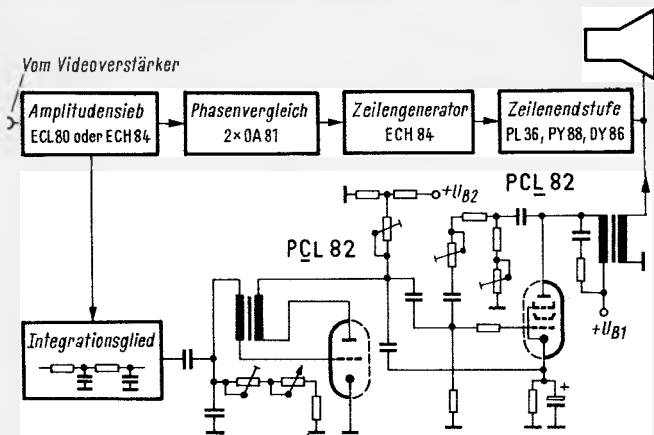
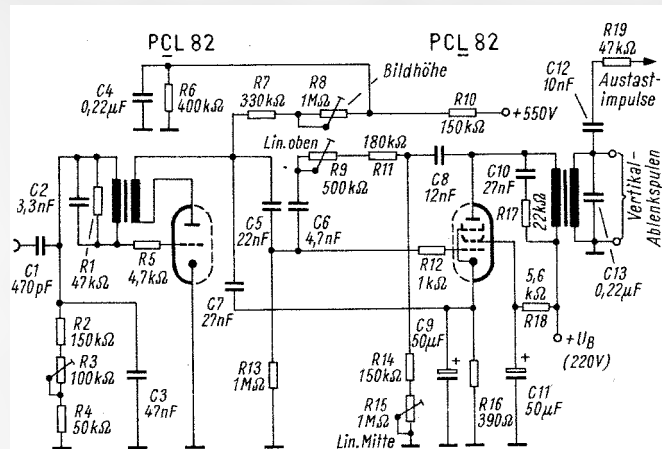

Bild 165. Prinzipschaltplan des Bildkippanteils eines Fernsehempfängers mit der Röhre PCL 82
Bild 166. Gesamtschaltung des Bildkippgenerators und der Endstufe mit der Röhre PCL 82
Im Prinzipschaltplan Bild 165 und in der Gesamtschaltung Bild 166 lernen wir einen mit der Röhre PCL 82 bestückten Bildkippteil kennen, wie er viele Jahre lang mit nur unbedeutenden Abweichungen von verschiedenen Herstellern in die Fernsehempfänger eingebaut wurde. Seit einigen Jahren trifft man im Bildkipp allerdings häufiger den Röhrentyp PCL 85, der bei der 110°-Ablenkung die erforderliche, größere Leistungsreserve besitzt, aber in der Grundschaltung gegenüber der Ausführung mit dem Typ PCL 82 keine wesentlichen Änderungen aufweist. Transistorbestückte Bildkippstufen sind bislang nur in Batterie-Fernsehempfängern anzutreffen, die meist mit geringerer Hochspannung, daher auch mit geringerer Ablenkleistung, arbeiten. Eine solche Standardschaltung hat sich jedoch noch nicht herauskristallisiert.
Die Generatorstufe für die vertikale Ablenkung arbeitet fast immer mit einem Sperrschwinger oder einem Multivibrator. Unser in Bild 166 gezeigtes Beispiel gehört zu der ersten Gruppe, die leicht an dem Hilfstransformator mit je einer Wicklung im Anoden- und im Gitterkreis erkenntlich ist.
Für das Einstellen der Frequenz ist in einfachster Weise die Zeitkonstante (Rg · Cg) zu ändern. Zu diesem Zweck teilt man den Widerstand in einen festen und in ein oder zwei veränderbare Widerstände (in Bild 166: R 2, R 3 und R 4) auf. Ein verstellbarer Widerstand wird dabei als Einstellorgan für die Bedienung von Hand, der zweite als Justierwiderstand für den Service, also zum Ausgleich der Röhrenstreuungen u. a. verwendet. (Fortsetzung folgt)
Widerstände und Kondensatoren in Bild 166; Daten, Bedeutung und Fehlermöglichkeiten
**Widerstände und Kondensatoren in Bild 166; Daten, Bedeutung und Fehlermöglichkeiten**